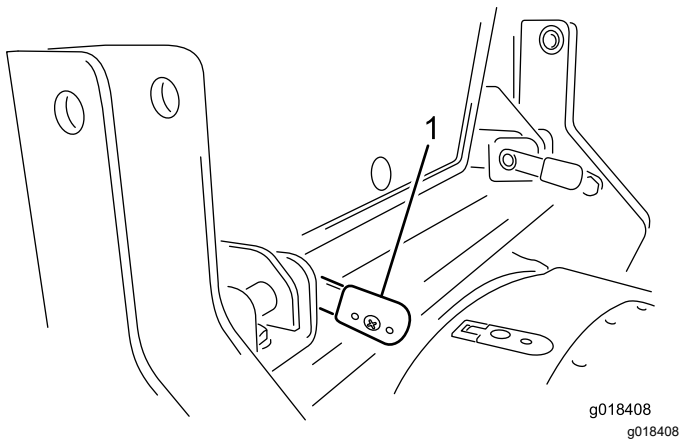

Figura 25
5. Gire las manivelas de los pasadores de cierre en posición horizontal (Figura 25) y fije los pasadores de cierre con las 2 chavetas.